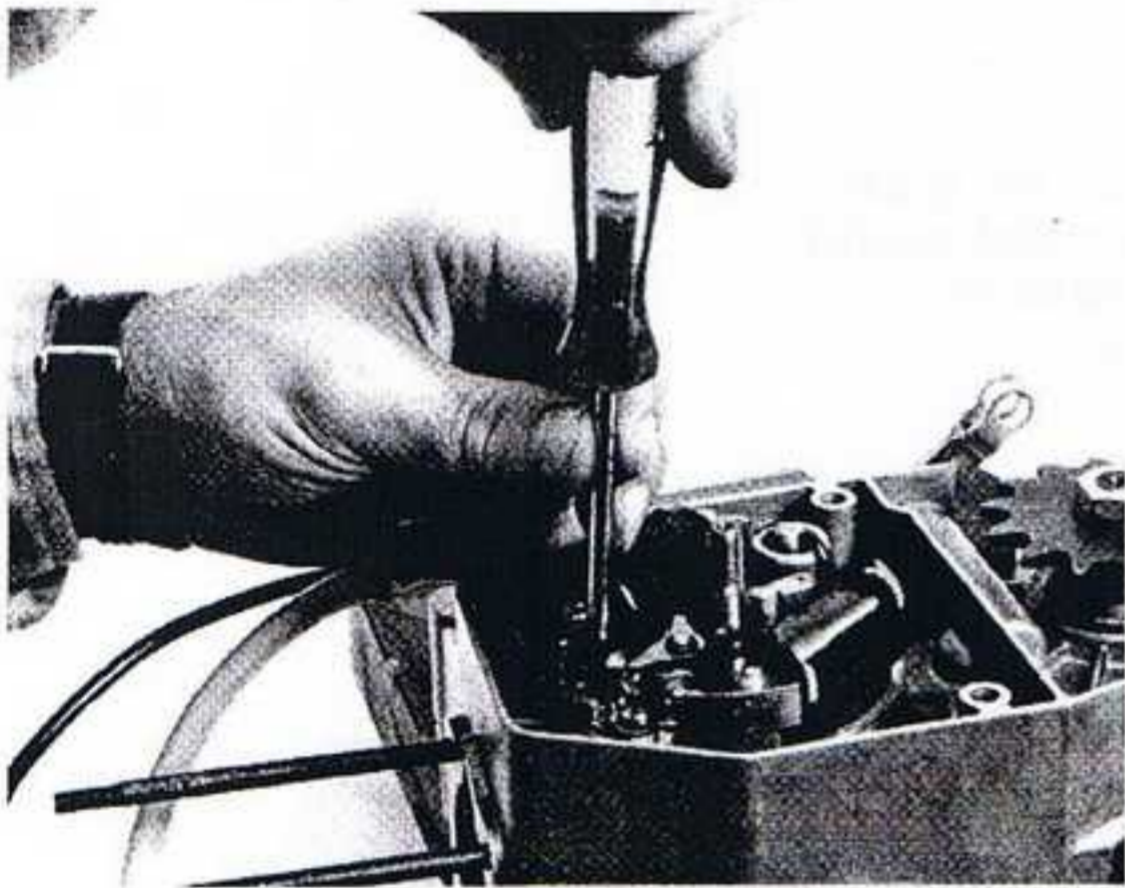

fig.18
- Enlever le stator après avoir dévissé les 2 vis à empreinte cruciforme (dégager en même temps le passe-fils) (fig.18).